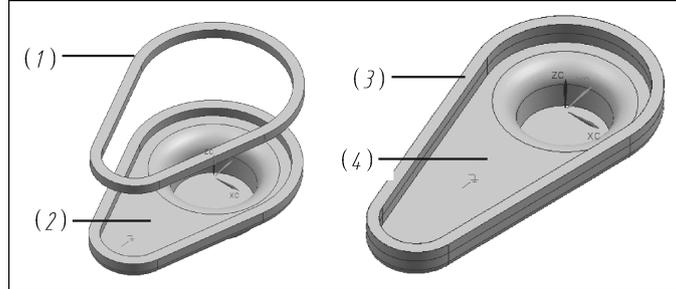

图 8.33 WAVE 技术实例
**【例 8.3】** 根据已存在的箱体相关地建立一个垫片，如图 8.33 所示，要求：垫片（1）来自于端盖中的父面（2），若箱体中父面的大小或形状改变时，装配（4）中的垫片（3）也相应改变。